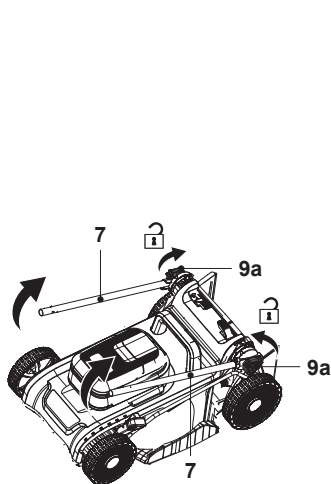

Fig. 1
2. Desserrer le bouton de serrage (9a) dans le sens antihoraire sans le retirer, puis déplier le guidon inférieur (7) (Fig. 1, étapes 1, 2)